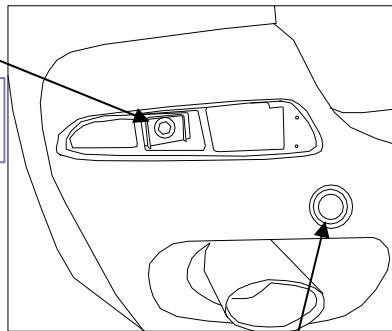

Figura 3
- e. Retire los tornillos detrás de los reflectores (Figura 3).